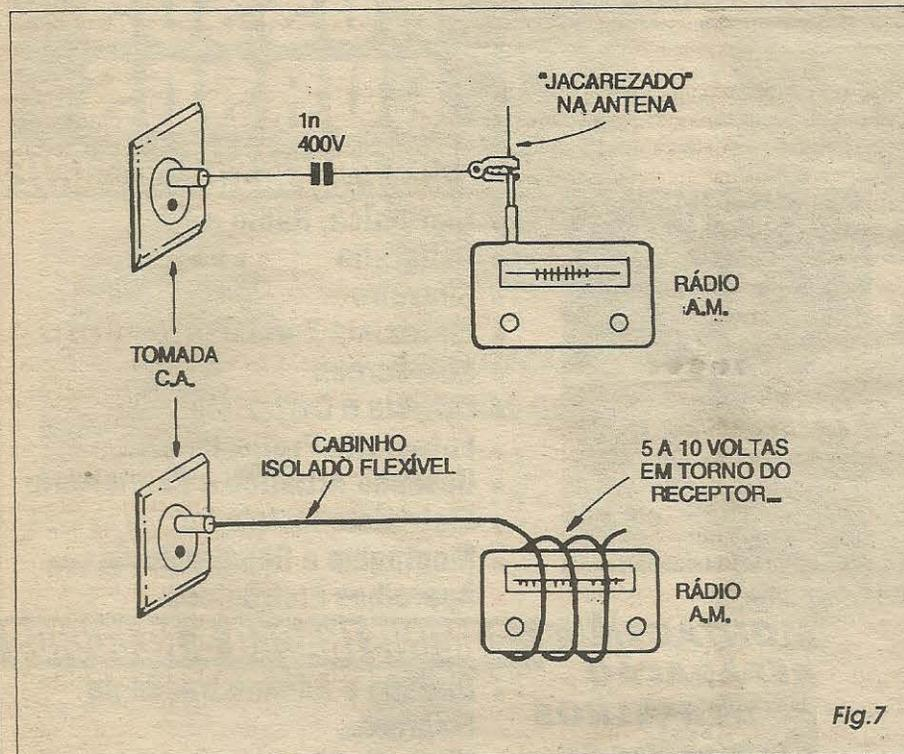

Fig.7
- FIG. 7 - RECEBENDO OS SINAIS DO ESPACA, LÁ NA OUTRA PONTA
Estabelecida uma das condições de acoplamento sugeridas na FIG. 7, basta manter o circuito do ESPACA ligado, ligar também o rádio e sintonizá-lo no ponto pré ajustado de sintonia (conforme anteriormente descrito...). Eventualmente algum *retoque* na sintonia precisará ser feito, ou apenas no rádio, ou também com a ajuda do capacitor variável do ESPACA, de modo a garantir um sinal claro e bastante inteligível... O potenciômetro de *volume* (e o de *tonalidade* se existir...) do rádio deverá ser ajustado em ponto que proporcione confortável audição... A sensibilidade geral do *link* é muito boa, e tudo o que se falar (mesmo em voz baixa...) no ambiente monitorado pelo ESPACA deverá ser claramente ouvido no rádio, lá onde se posicionar o *xereta*...!
Alguns receptores de rádio mais modernos, super-sensíveis, poderão até captar os sinais emitidos pelo ESPACA por simples aproximação de uma tomada de C.A. sem que se verifique a necessidade de ligação direta ou indireta, conforme já indicado nos diagramas da FIG. 7...!